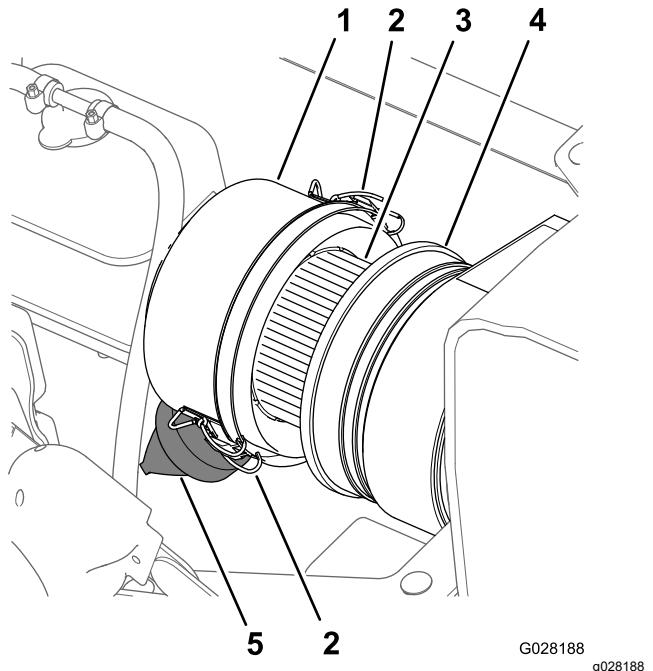
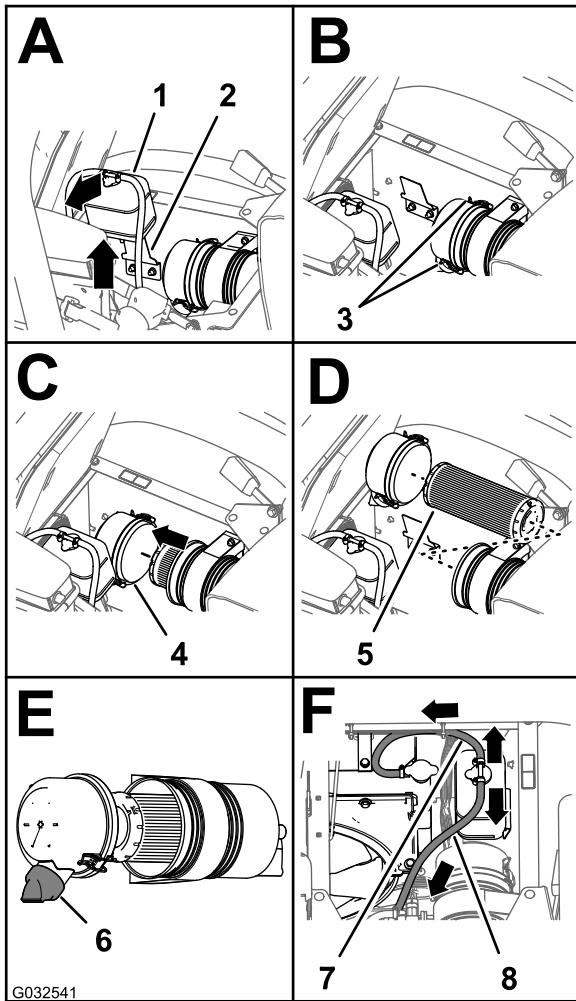

Рисунок 76
Рисунок 77
3. Очистите пылезащитную крышку и корпус воздухоочистителя (Рисунок 76).
4. Проверьте корпус воздухоочистителя на отсутствие повреждений, которые могли бы вызвать утечку воздуха (Рисунок 76).
5. Сожмите пылезащитный клапан, чтобы очистить его от загрязнений, пыли и мусора (Рисунок 76).
7. Проверьте элемент воздушного фильтра на чрезмерное скопление пыли, загрязнений и мусора (Рисунок 76).
8. Установите пылезащитную крышку на корпус воздухоочистителя и зафиксируйте ее двумя защелками (Рисунок 76).
- Очистите пылезащитную крышку и корпус воздухоочистителя (Рисунок 76).
- Поднимите расширительный бачок охлаждающей жидкости вверх и снимите его с опорного кронштейна бачка (Рисунок 77).
- Отпустите 2 защелки, фиксирующие пылезащитную крышку на корпусе воздухоочистителя (Рисунок 77).
- клапан влажной тканью (Рисунок 76 и Рисунок 77).
- Вставьте элемент воздушного фильтра в корпус воздухоочистителя (Рисунок 77).
- Установите крышку на корпус воздухоочистителя и зафиксируйте ее двумя защелками (Рисунок 77).
- Примечание:** Убедитесь, что пылезащитный клапан установлен в положение «между 5 и 7 часами», если смотреть с торца (Рисунок 77).
- Совместите расширительный бачок охлаждающей жидкости с опорным кронштейном бачка и плотно посадите бачок на место (Рисунок 77).
- Внимание:** Убедитесь, что шланг сброса давления направлен вперед и вниз, а вентиляционный шланг бачка направлен назад, как показано на Рисунок 77.